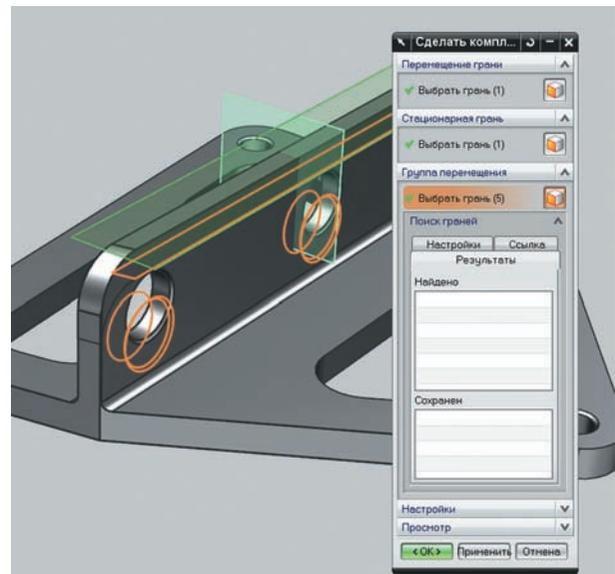

Рисунок 6.13. Условие компланарности
- Вызовите команду **Сделать компланарным** и укажите верхнюю плоскую грань для перемещения, в качестве стационарной укажите горизонтальную плоскость. А в разделе **Группа перемещения (Motion Group)** выберите две цилиндрические грани отверстия и две грани, образующие фаски, и нажмите **Применить**. Исходная грань станет компланарной выбранной плоскости, а грани, заданные в **Группе перемещения**, сместятся на ту же величину расстояния, что и исходная грань (рис. 6.13).